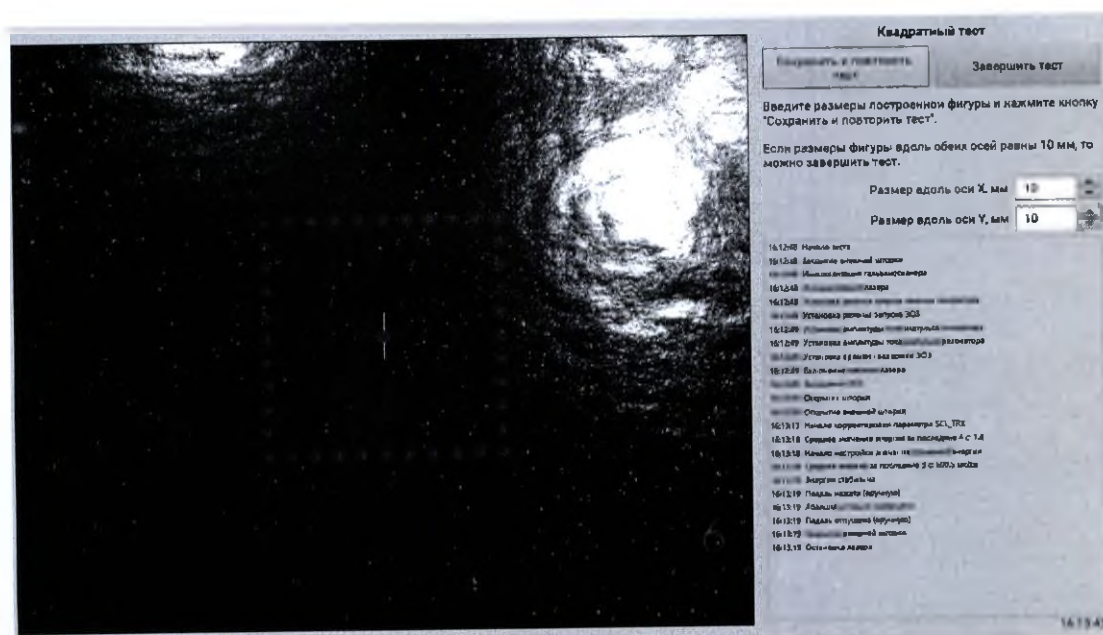

Рис. 8.8: Окно калибровки гальваносканера (конец)
5. Нажмите педаль и удерживайте её, пока генерация не прекратится. После окончания абляции окно теста примет вид рис. 8.8.